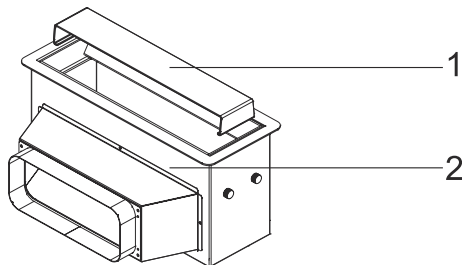

Fig. 6: Avmontering av kantsugplatta/glas
1. ➡ Ta bort kantsugplattan/glaset vid luftintaget (Fig. 6).